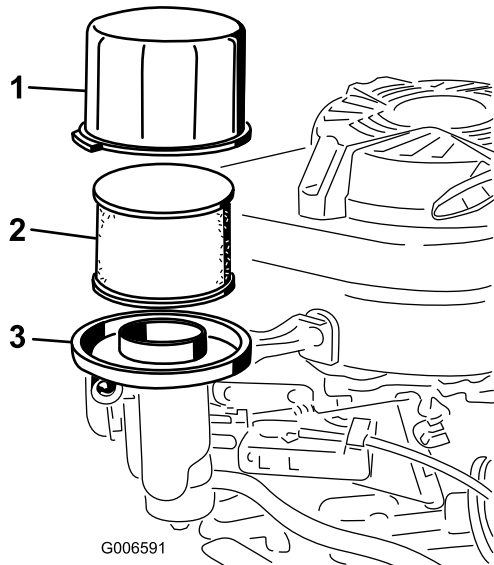

Bild 29
3. Entfernen Sie die Abdeckung und reinigen Sie sie gründlich (Bild 29).
4. Nehmen Sie den Schaumvorfilter aus dem Papierfilter (Bild 29) und tauschen ihn aus, wenn er zu stark verschmutzt ist.